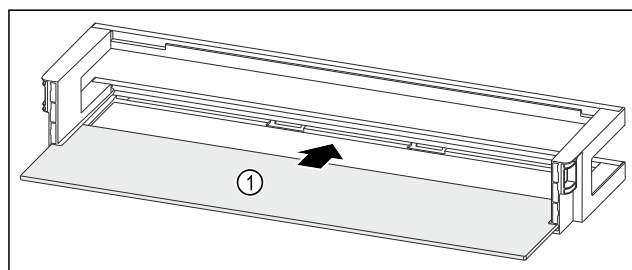

Fig. 148 Лотки на дверцятах з полицю
- ▶ Всуньте полицю Fig. 148 (1) в бокові пази.